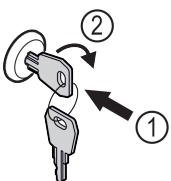

Fig. 128 Примерное изображение
- ▶ Вставьте ключ Fig. 128 (1).
- ▶ Поверните ключ на 90° по часовой стрелке Fig. 128 (2).